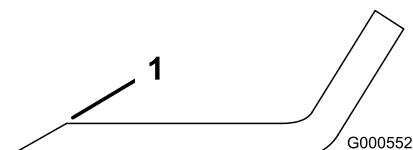

Figura 55
1. Utilize uma lima para afiar a aresta de corte em ambas as extremidades da lâmina (Figura 55).
Nota: Se a lâmina não estiver equilibrada, lime algum metal da extremidade da aba apenas (Figura 55).